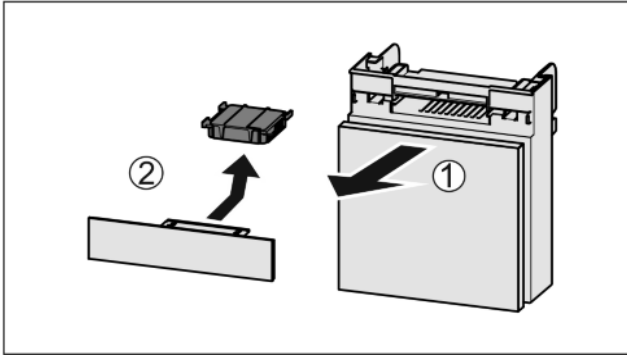

Fig. 49
- ▶ Vedä lokero etukautta pois Fig. 49 (1).
- ▶ Poista aktiivihiihilsuodatin Fig. 49 (2).